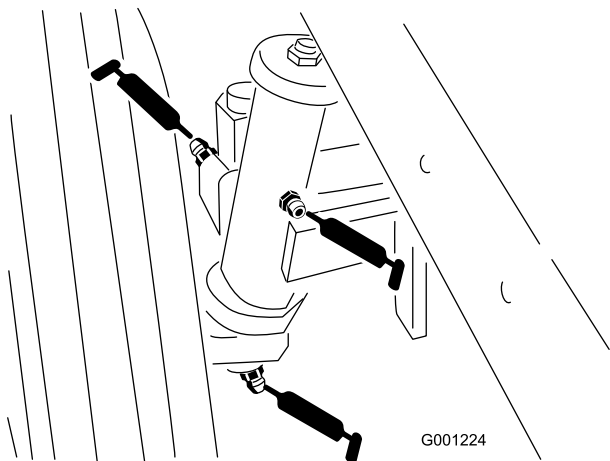

Рисунок 41
- Подшипники осей задних колес (Рисунок 41)